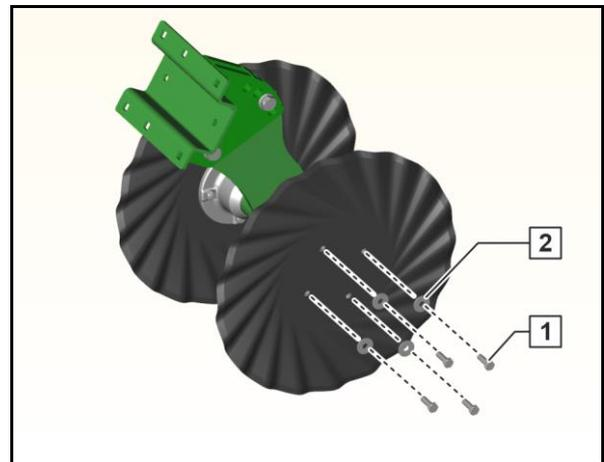

Fig. 482
5. Schrauben (Fig. 482/1) lösen.
6. Unterlegscheiben (Fig. 482/2) demontieren.